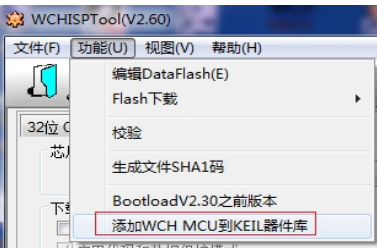
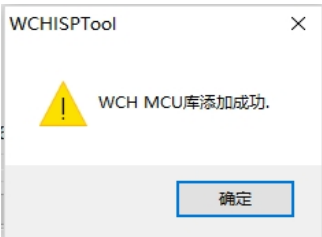

图 3.2.1
图 3.2.2
(1)、打开 WCHISPTool (V2.6 及以上版本)，选择功能添加 WCH MCU 到 KEIL 器件库。如图 3.2.1 所示。此时软件会提示“WCH MCU 库添加成功”即可（如图 3.2.2）。